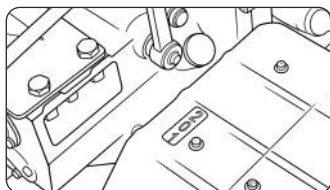
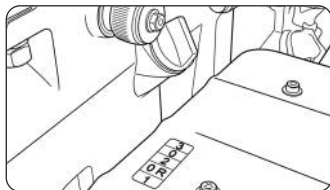

Рис. 24-1 (серия МБ6)
Рис. 25 (серия МБ7)
• Переместите рычаг переключения скоростей в нейтральное положение (обозначается «0») (рис. 24-1, 24-2, 25)
• Включите одну из передач (рис. 24-1, 24-2, 25).
- Включите нейтральную передачу «0» [рис. 24-1, 24-2] или «OR» [рис. 25].